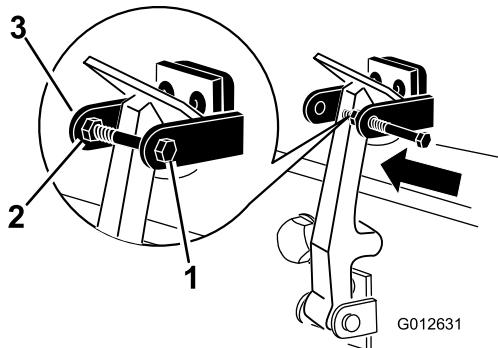

Figura 10
- Enrosque el perno en el otro brazo del seguro de cierre del capó para fijar la posición del cierre (Figura 10). Apriete firmemente los pernos, pero no apriete la tuerca.